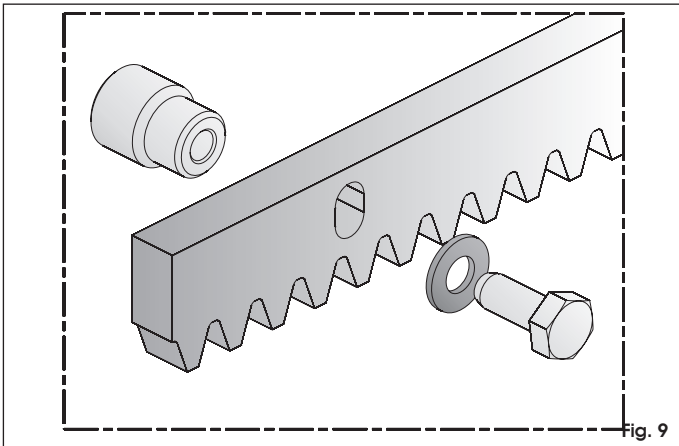

Fig. 9
1. Predisporre la cremagliera (fornibile a richiesta), con le viti TE 8 x 25 e i distanziali a saldare in dotazione, come da fig. 9. Per evitare di saldare sul cancello sono disponibili dei distanziali passanti zincati con viti di fissaggio TE 8 x 50.